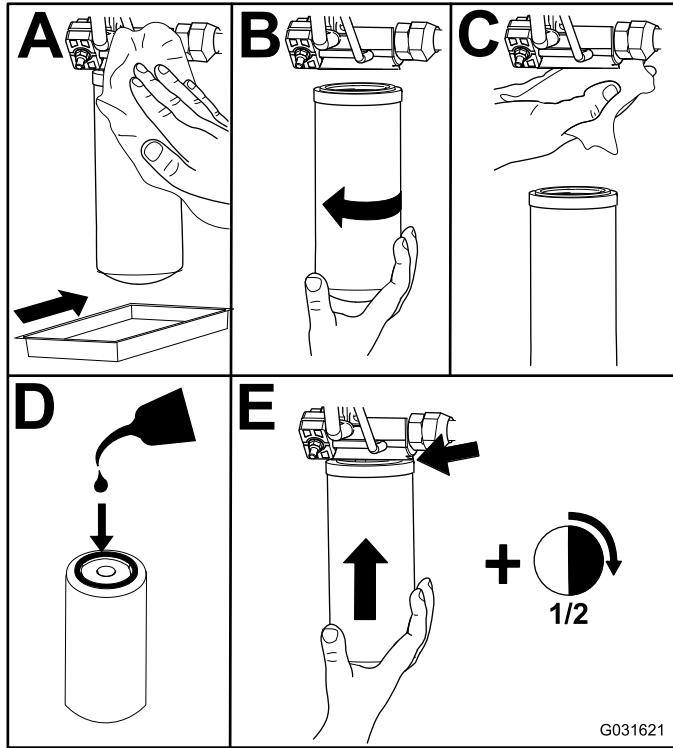

Figura 73
2. Substitua os filtros hidráulicos (Figura 73).